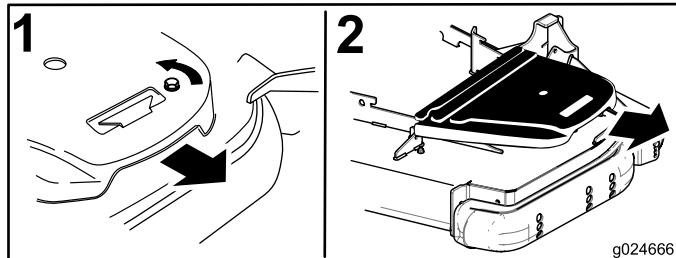

Figura 70
5. Togliete il paracinghia in plastica (Figura 70).
4. Togliete i copricinghia (Figura 70).